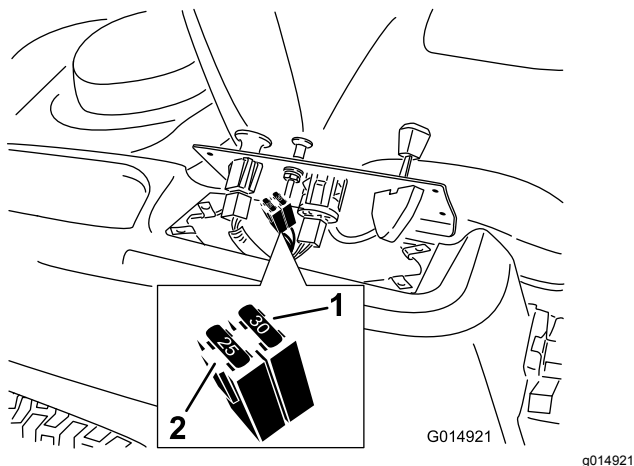

Figura 55
2. Levante el panel de control para tener acceso al arnés de cables principal y al bloque de fusibles (Figura 55).
3. Para cambiar un fusible, tire del mismo para retirarlo (Figura 55).